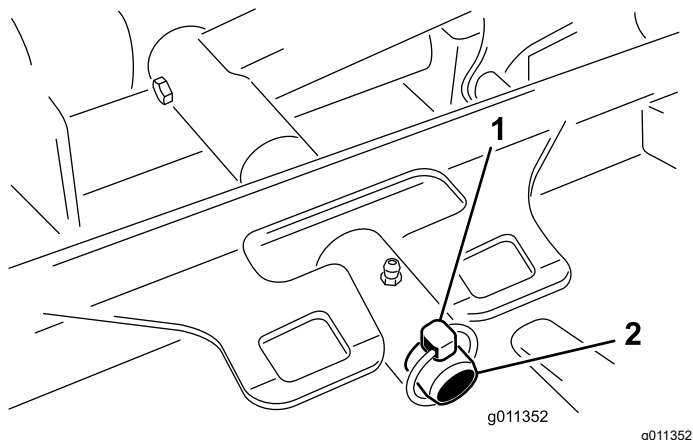

图 79
3. 卸下将滚刀组承载架固定至提升臂枢轴销的保险销仅限 Groundsmaster 4500 机器或锁紧螺母用于 Groundsmaster 4700 机器图 79。
2. 将滚刀组承载架滑动至提升臂枢轴销上图 79。用保险销用于 Groundsmaster 4500 机器或锁紧螺母用于 Groundsmaster 4700 机器将滚刀组固定到枢轴销上。